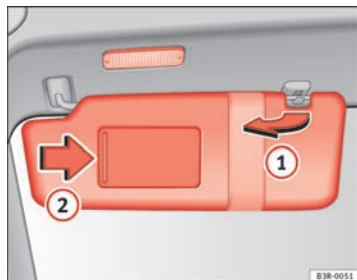

Fig. 99 Tendenza parasole
Le alette parasole per il conducente e per il passeggero possono essere staccate dai supporti centrali e ruotate verso le porte ① ⇒ fig. 99.